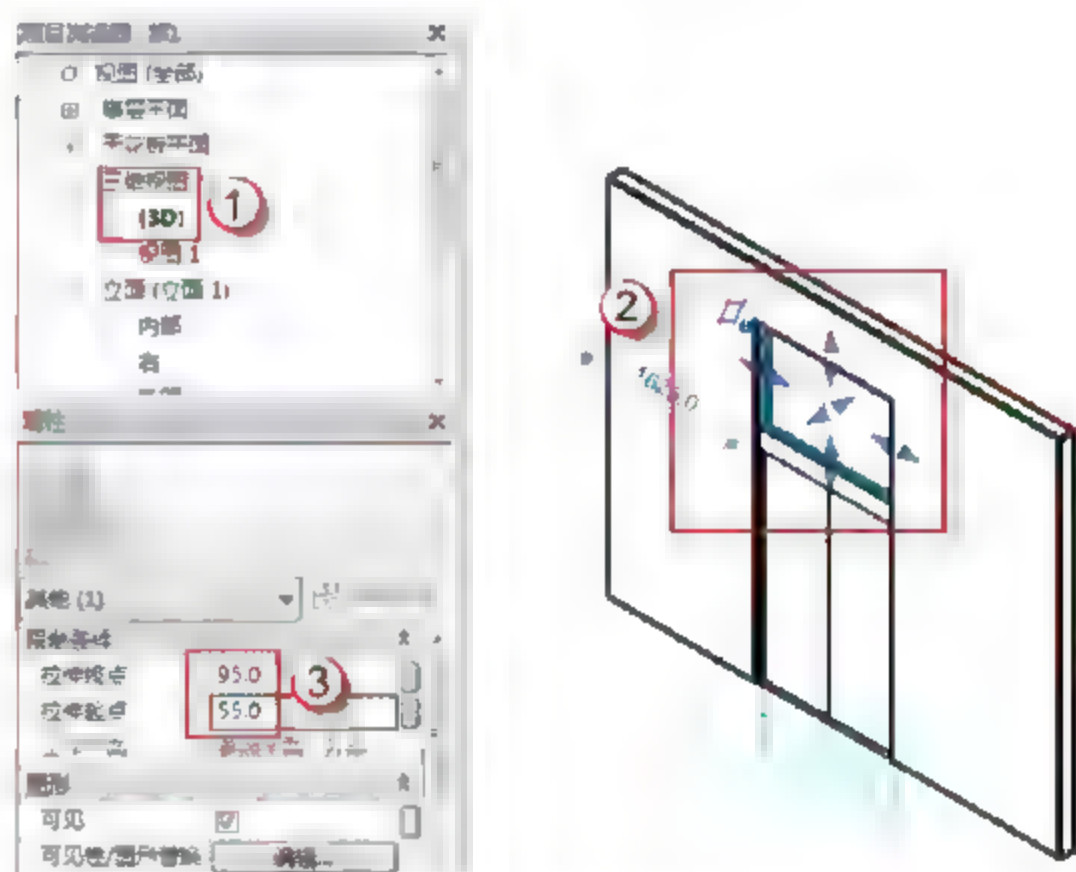

图 6.2.21 FM1534乙上部窗窗框的位置及厚度
(19) 修改FM1534乙上部窗窗框的位置及厚度。选择“项目浏览器”中的“立面(立面1)”→“{3D}”选项,可以进入FM1534乙上部窗窗框的3D视图,选择绘制好的窗框,打开“属性”面板,在“拉伸终点”中输入“95”字样,在“拉伸起点”中输入“55”字样,如图6.2.21所示。